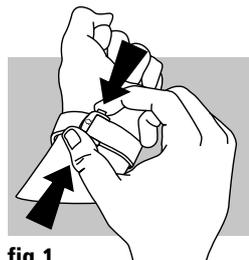
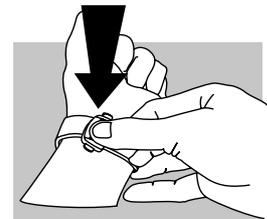

fig.1
fig.2
**Ouverture (fig. 1) :** appuyer sur les 2 poussoirs situés sur les côtés de la boucle et tirer vers le haut.
**Fermeture (fig.2) :** passer votre montre OMEGA au poignet et refermer la boucle jusqu'à ce que vous entendiez un dé clic.
**Ouverture (fig. 1) :** pour ouvrir votre fermoir, appuyer sur les 2 poussoirs situés de part et d'autre de la boucle OMEGA et tirer vers le haut.
**Fermeture :** passer votre montre OMEGA au poignet et refermer le dépliant ① qui se trouve à 12h. Passer la pointe du brin ② qui se trouve à 6h dans le passant en cuir, puis refermer le dépliant à 6h jusqu'à ce que vous entendiez un déclic.
**Ajustement de la longueur (fig. 2) :** presser sur le poussoir « PUSH » dans le sens de la flèche (A) tout en le basculant pour libérer le brin (B). Faire glisser le brin à l'intérieur du capot de sorte à le placer sur la position de réglage désirée (C). Presser sur le système mobile pour le verrouiller en prenant garde de bien positionner le trou sur l'ergot afin de ne pas abîmer le brin (D). Essayer la montre et recommencer si nécessaire.
**Fermeture (fig. 2) :** passer votre montre OMEGA au poignet et refermer la boucle jusqu'à ce que vous entendiez un déclic.
**Fermeture (fig. 2) :** passer votre montre OMEGA au poignet, insérer le brin à l'intérieur dans les guidages et refermer la boucle jusqu'à ce que vous entendiez un dé clic.
**Revisser la couronne Bullhead :** pour revisser la couronne Bullhead, orienter la couronne de sorte à ce que la marque noire soit contre le haut (fig. 1), puis pousser et visser la couronne de 90° (fig. 2).
**Pour enlever un bracelet en caoutchouc (fig. 1) :** coulisser le bouton vers le bas puis dégager le bracelet de l'entre-corne pour l'enlever de la boîte de montre.
**Pour enlever un bracelet en acier (fig. 2) :** appuyer sur le bouton puis dégager le bracelet de l'entre-corne pour l'enlever de la boîte de montre.